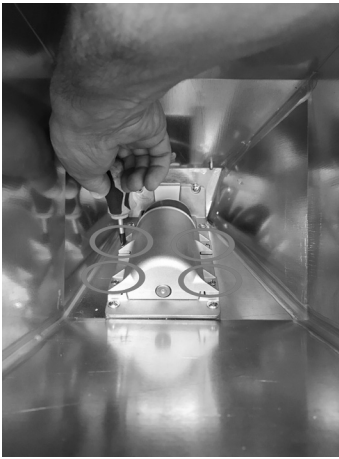

Fig. 82 - Retrait des vis
- Entrer par le réservoir et dévisser les 4 vis de la coque de la vis sans fin (voir **Fig. 82**).